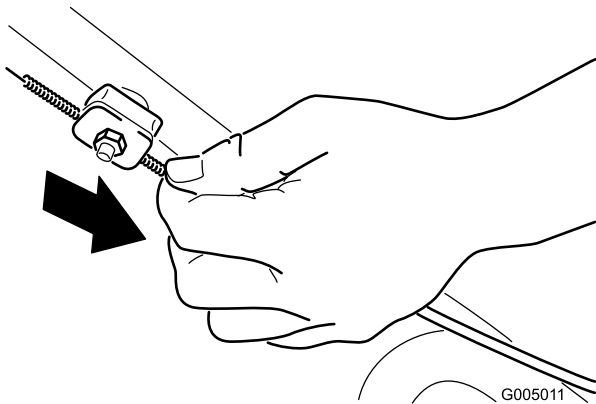

Figura 30
2. Tire hacia abajo de la cubierta del cable (hacia la máquina) hasta eliminar la holgura en el cable (Figura 30).